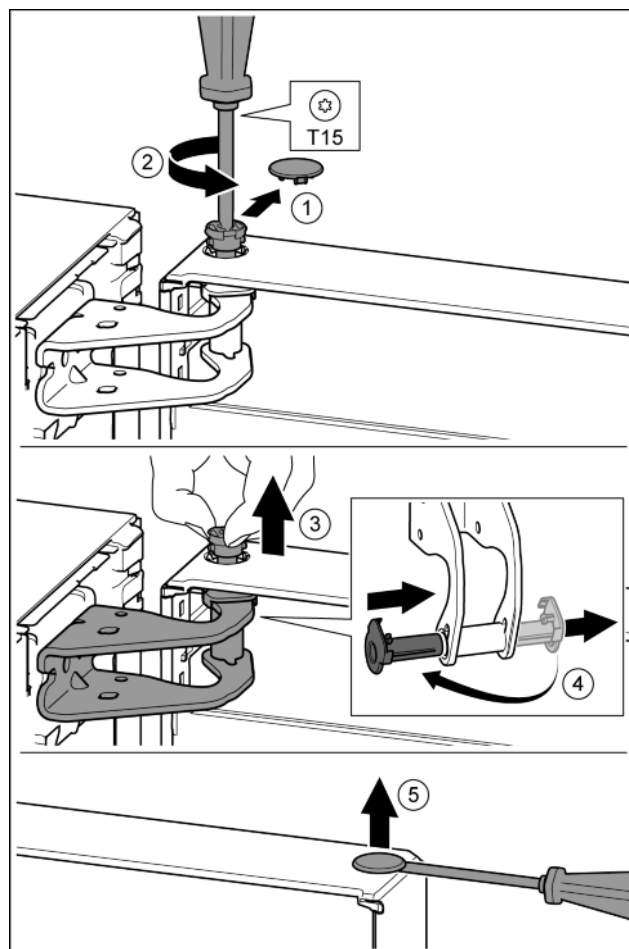

Fig. 11
- Bezpečnostní kryt opatrně stáhněte. Fig. 11 (1)
- Šroubovákem T15 o kousek vyšroubujte čep. Fig. 11 (2)
- Dveře držte a čep vytáhněte prsty. Fig. 11 (3)
- Vytáhněte ložiskové pouzdro z vedení. Vložte z druhé strany a zaklapněte. Fig. 11 (4)
- Plochým šroubovákem opatrně nadzvedněte zátku z ložiskového pouzdra dveří a vytáhněte ji. Fig. 11 (5)